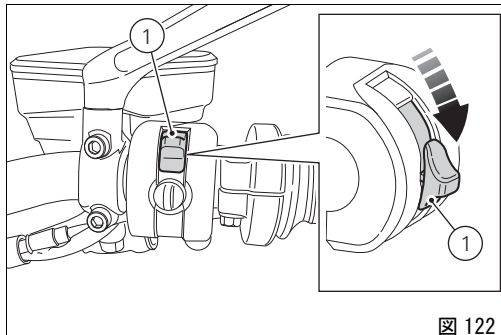
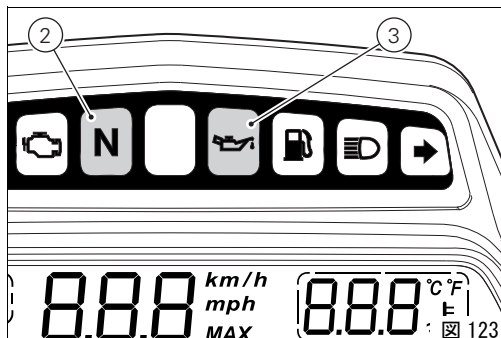

図 122
図 123
右ハンドルの赤いスイッチ (1、図 122) を下にずらしながら、アクティブキーまたはパッシブキーで “key-on” (Hands free システムと全てのエレクトリックデバイスの起動) 状態にして下さい。ハンドルバーのインストルメントパネルは初期設定と車両システムコントロールを開始し、外側から内側に連続で全てのランプを数秒点灯します。このコントロールの後、グリーンランプ N (2、図 123) と赤いランプ  (3) のみが点灯します。